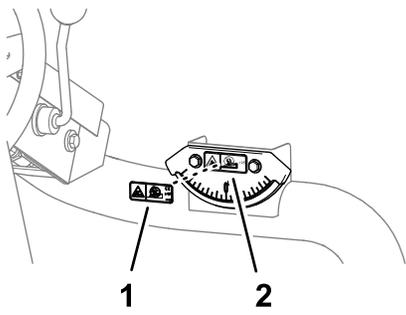

图 39
1. 用酒精擦拭坡度指示器上的倾斜标贴并让标贴干燥 图 39。
2. 撕去 CE 倾斜危险标贴的背衬并将其贴到坡度指示器上的倾斜标贴上图 39。